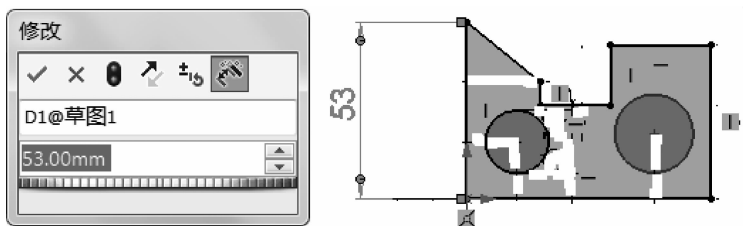
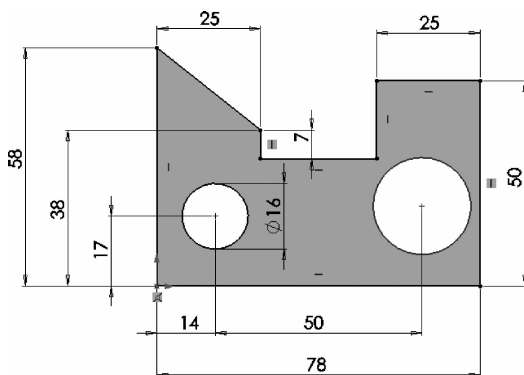

图 1-43 在微调框中输入“58mm”
图 1-44 标注尺寸后的草图
①单击【智能尺寸】按钮,完成某个尺寸标注(如“53”)的同时弹出【修改】对话框。
②在微调框中输入“58mm”(见图 1-43),单击✓按钮,完成尺寸的修改。按同样方法标注并修改其他尺寸,标注尺寸后的草图如图 1-44 所示。